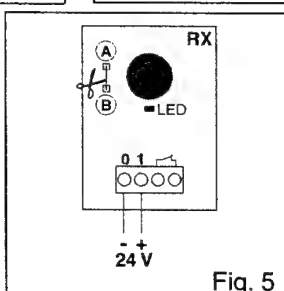

Fig. 5
(Fig. 5) Collegare il contatto N.C. — ai contatti di sicurezza o stop del Quadro Elettronico.
- 4.1 Tagliare il ponticello nei punti [A] e [B] di RX (fig. 5). La portata massima diventa circa 15 m.
Il contatto N.C. (fig. 5) diventa N.O. — e va collegato ai morsetti 1-3 (apertura) o 1-5 (passo-passo) del Q.E.
Optically align RX and TX (fig. 8). Securing may be made either directly on the wall with Xel2, or on XelCB, XelCA, Xel2C columns. Wire up as shown in figs 5 and 6.